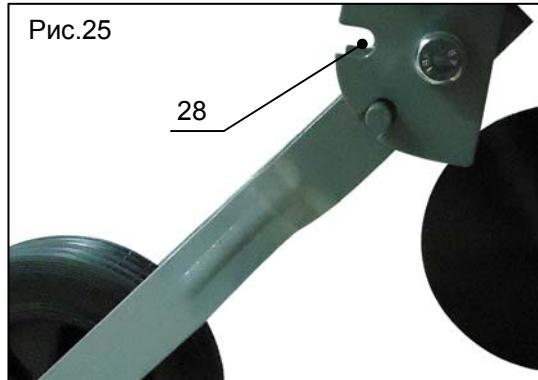

Рис.25
- Переведите переднее транспортировочное колесо в верхнее фиксированное положение (поз.28, рис.25)